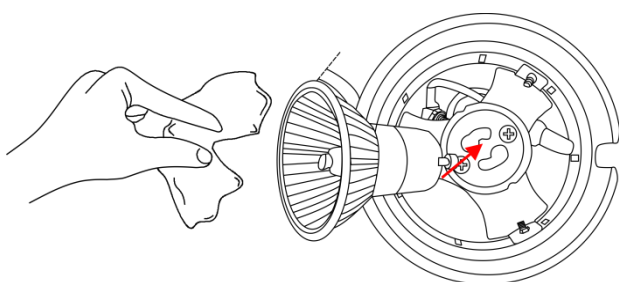

Fig. 05
- 04) Insert the lamp (Fig.05).